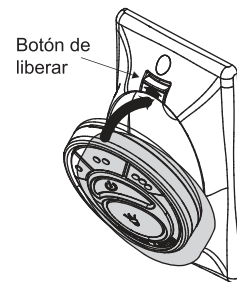

Fig. 21
1. Inserte el transmisor adentro de la placa de pared insertando en primer la parte inferior del transmisor y luego presione la parte superior del transmisor en el bolsillo. El transmisor funcionará completamente desde esta ubicación o puede quitar el transmisor y usarlo como un dispositivo "a mano". (Fig. 21)